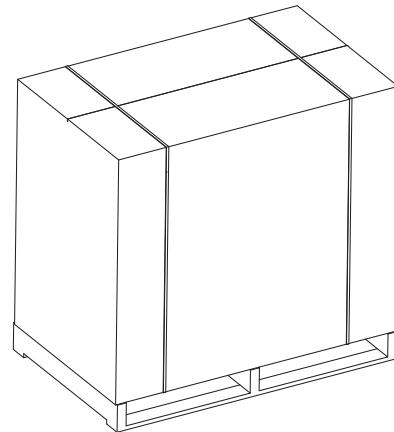
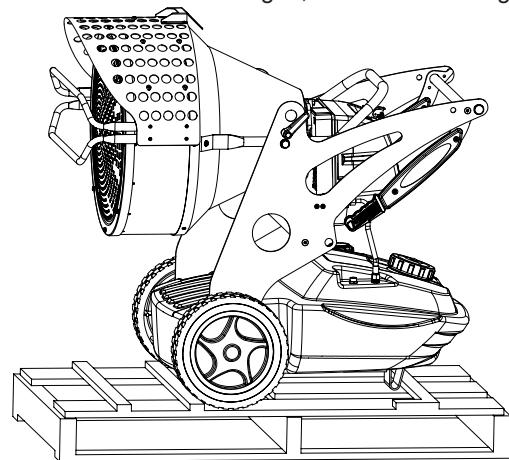

Figure 1 - Emballage
Figure 2 - Sur le palette
- Éliminer les supports utiliser pour emballer l'appareil (Fig. 1).
- Enlever les supports qui bloquent le générateur sur la palette (Fig. 2).
- Fixer solidement le générateur sur la plate-forme (Fig. 2).
- Lorsque c'est possible, placer l'emballage en carton depuis le haut sur la plate-forme en le fixant avec des matériaux ad hoc (Fig. 1).
- Stocker la machine dans un endroit adapté et non humide, et ne pas placer plus de deux machines l'une sur l'autre. Expédier le générateur comme sur la Fig. 1, ou du moins la Fig. 2.